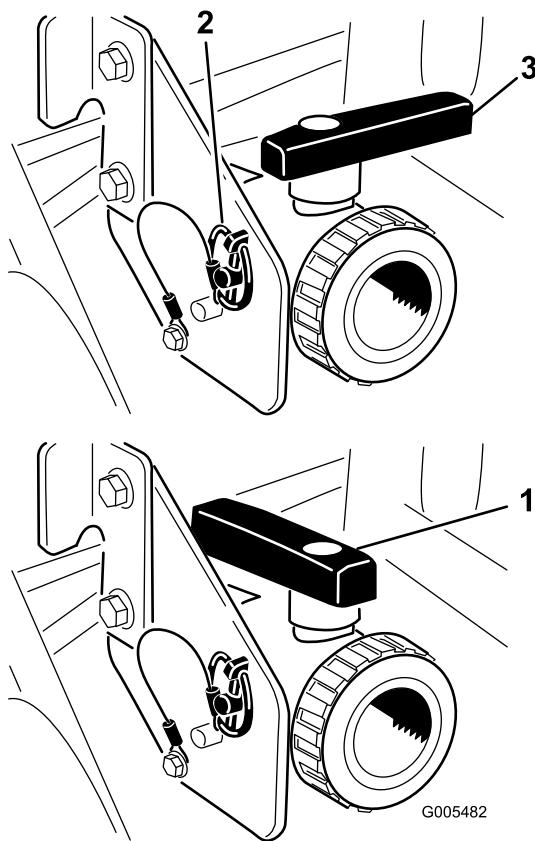

図 28
タンク・ドレン・ハンドルを操作して残っている薬液を全部排出し、地域の法律や規則、メーカーの指示に従って適切に処分する（図 28）。排出が済んだら、ブラケットについているリング・ピンを外してドレン・バルブを取り外して地面に置く。これにより、配管内部に残っている薬剤も完全に排出される。
3. 排出が完全に終了したら、ドレン・バルブをフレームに取り付けてリンチ・ピンで元通りに固定し、バルブを閉じる（図 28）。